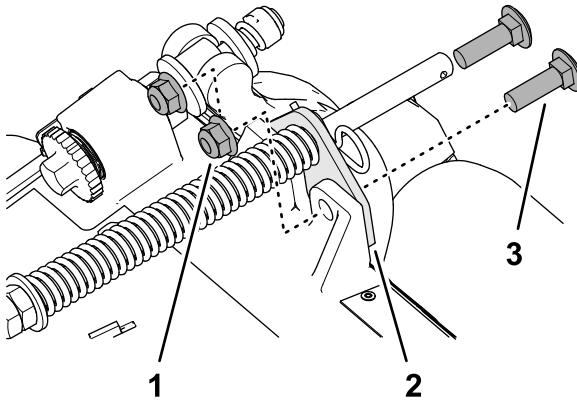

Bild 17
2. Entfernen Sie die beiden Sicherungsbundmuttern ($\frac{3}{8}$ ") und die beiden Schlossschrauben ($\frac{3}{8}$ " x 1 1/4"), mit denen die Halterung des Rasenkompensierungs am Rahmen des Mähwerks befestigt ist (Bild 17).